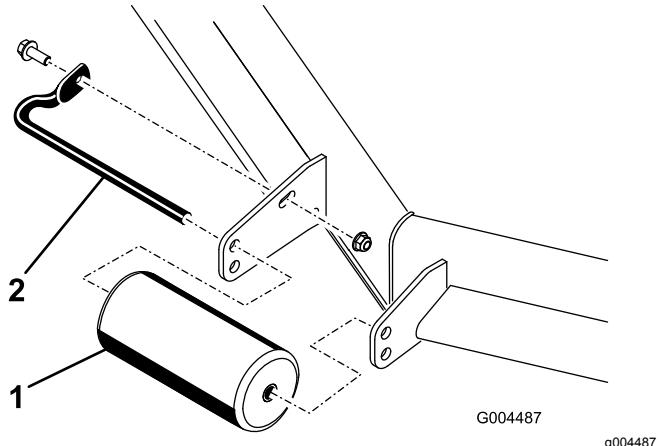

Figura 10
1. Per regolare i rulli anteriori, rimuovete la vite e il dado che fissano l'albero del rullo alla staffa del piatto di taglio (Figura 10).